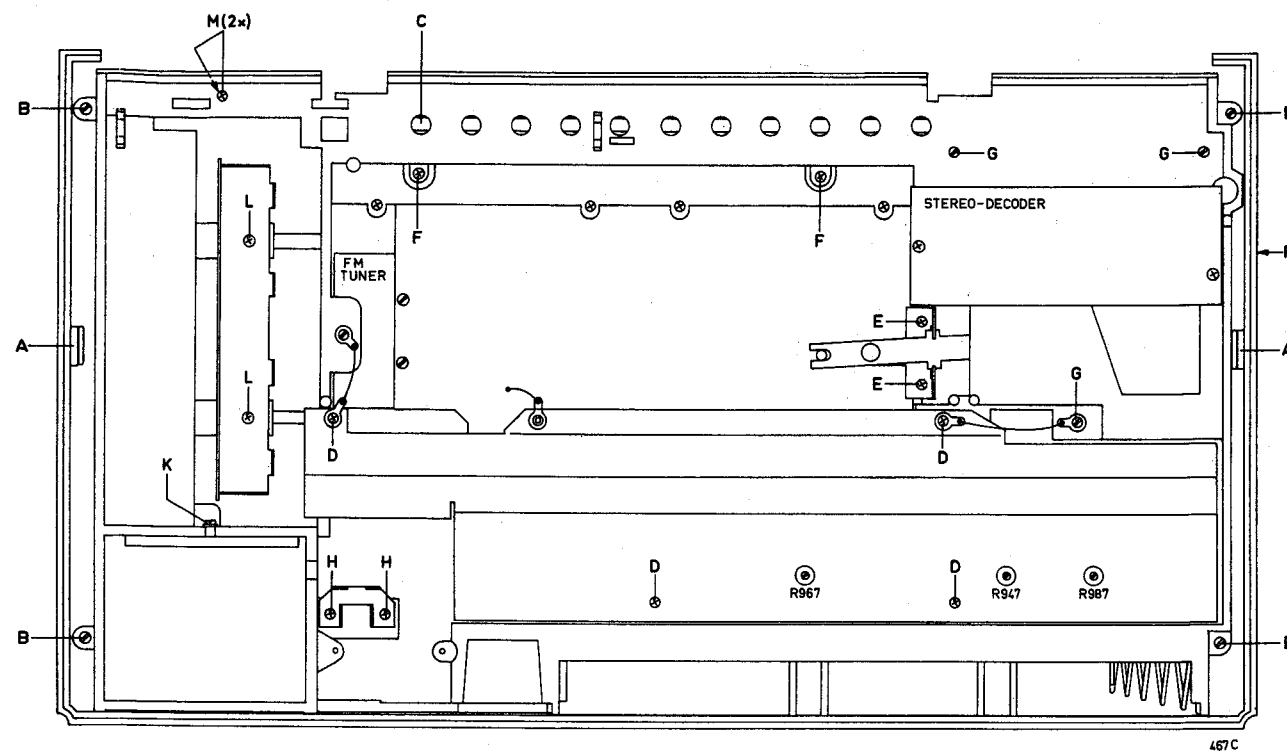

Fig. 11
Ausbauvorschrift (siehe Abb. 11)
Entfernen der Zierleiste von der Vorderseite (siehe Abb. 11)
Ersetzen des Bedienungshebels vom EIN/AUS-Schalter (siehe Abb. 11)
- An der Rückseite des Rahmens befinden sich in Höhe der Tasten Aussparungen (C) um die Tasten entfernen zu können (siehe Abb. 11).
- Bau den Recorder aus; löse hierzu die 3 Befestigungsschrauben (G) (siehe Abb. 11).
- Entferne die vier Befestigungsschrauben (D) vom Abschirmbügel (Abb. 11).
- Entferne die zwei Befestigungsschrauben (L) und ziehe das Ganze nach hinten (Abb. 11).